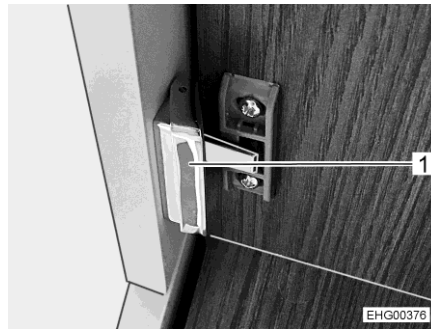

Bild 63 Låshandtag
- Tryck på låshandtaget (Bild 63,1) och ta samtidigt tag bakom skåpluckan.